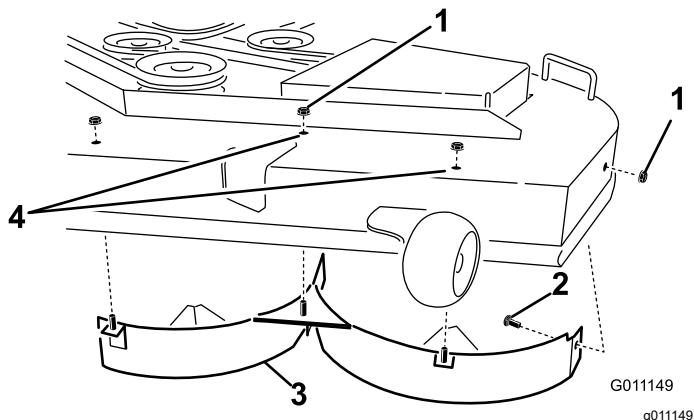

Figura 17
- Remova as três porcas de bloqueio (5/16 pol.) presas aos postes soldados do abafador esquerdo, na parte superior da plataforma do cortador, nas posições central e esquerda (Figura 17).
- Remova o parafuso de carroçaria e porca de bloqueio na parede lateral da plataforma do cortador que prende o abafador esquerdo à plataforma (Figura 17).
- Retire o abafador esquerdo da plataforma do cortador (Figura 17).
- Localize os 2 parafusos nas peças soltas e utilize as porcas de bloqueio existentes e instale as fixações nos orifícios mostrados na Figura 17 no cortador para evitar que os detritos saiam.